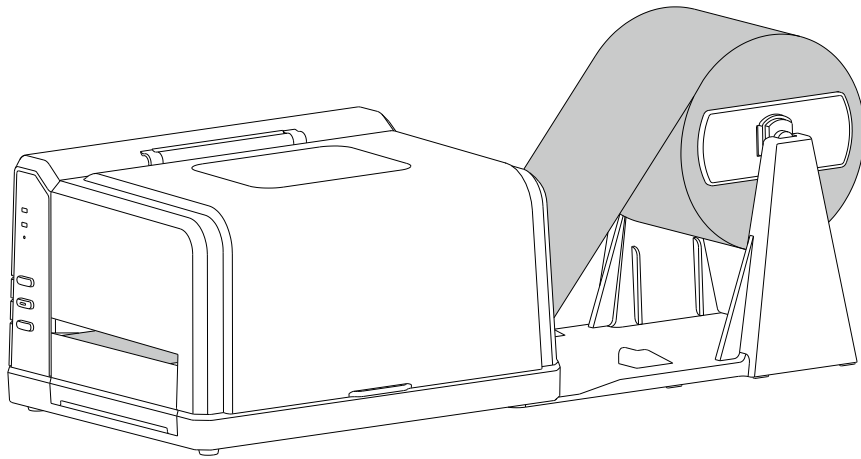

图 2-14
6. 压下打印头压臂。合上右盖，标签安装完成。如图 2-14 所示。